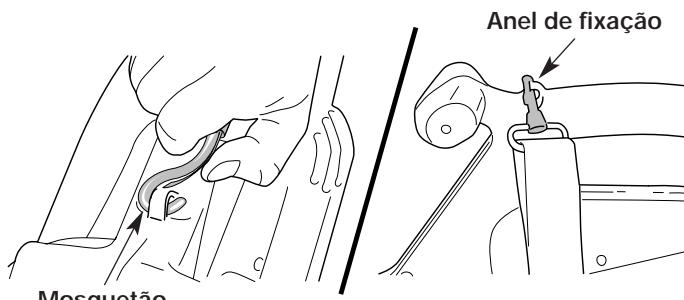

Fig. 7
4. Prenda o mosquetão metálico da alça ao anel de fixação situado no cimo da pega (Fig. 7).